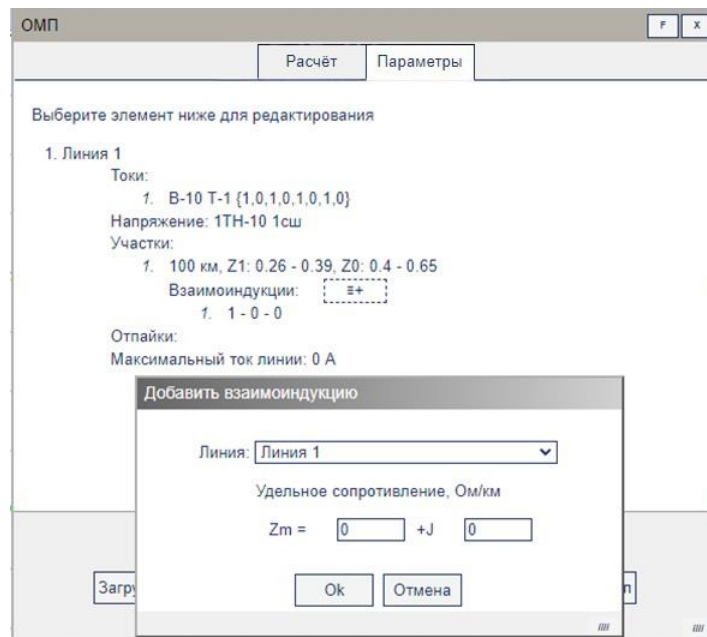

Рисунок 34 – Добавление взаимоиндукции
3.5.18.9 После добавления участка среди его параметров появляется параметр «Взаимоиндукция». При добавлении взаимоиנדукции появляется дополнительное окно «Добавить взаимоиנדукцию», в котором необходимо указать линию и удельное сопротивление (рис. 34).